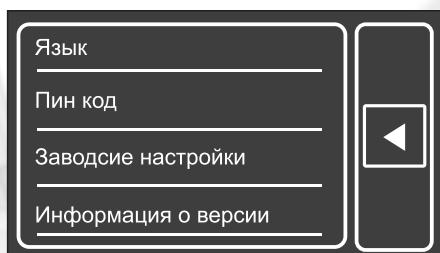
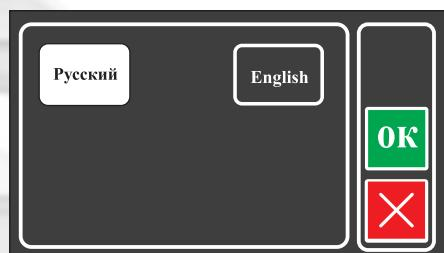

Рис. 6
Рис. 7
4.4. При необходимости выбрать язык общения (русский или английский), коснитесь верхнего значка в меню (рис. 4), появится меню (рис. 6), после выбора языка (рис. 7)